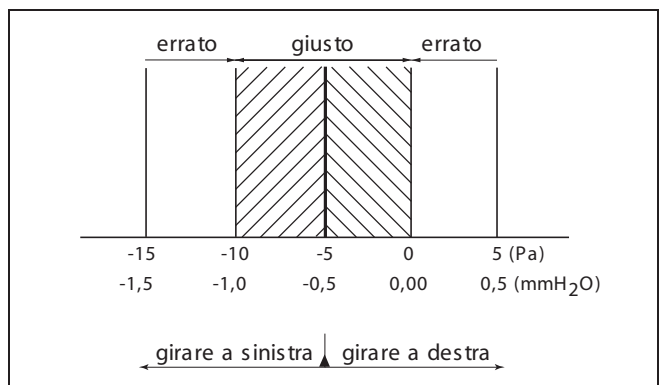

Fig. 35 Rapporto gas/aria in condizioni di potenza minima
- 11) Rilevare la pressione differenziale ($p_{\text{GAS}} - p_{\text{ARIA}}$) che deve ammontare a -5 Pa ($+ 5 \text{ Pa}$) comunque compreso da: **-10 Pa a 0 Pa ($10 \text{ Pa} = 1 \text{ mm H}_2\text{O}$)** (fig. 35).